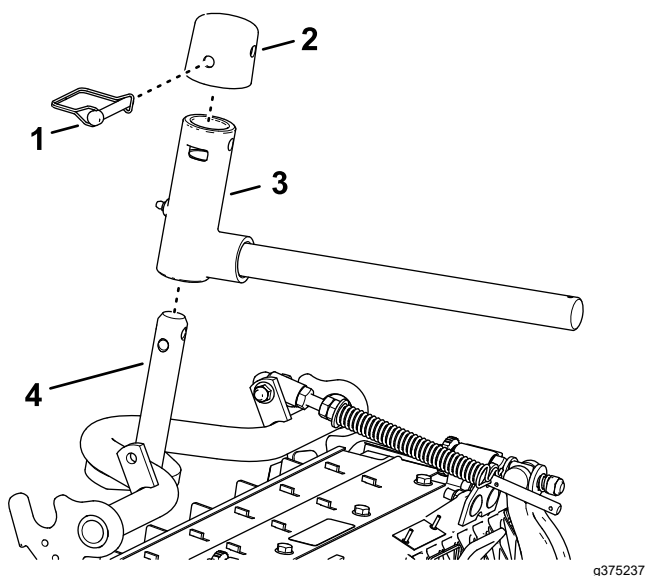

Figura 28
2. Montai furca braului de ridicare pe arborele cadrului de susinere (Figura 28).